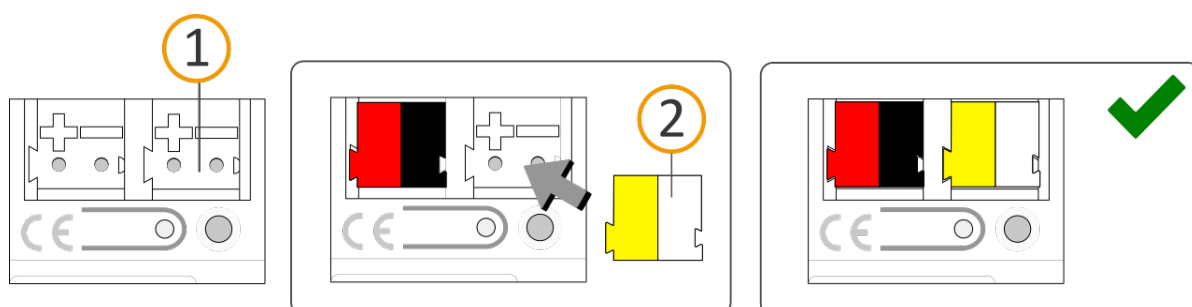

Abbildung 9: Spannungsversorgung anschließen
3. Verbinden Sie die externe Spannungsversorgung mit dem Spannungsversorgungsanschluss (siehe Abbildung 9, Pos. 1) mittels beigefügter Spannungsanschlussklemme (siehe Abbildung 9, Pos. 2). Polung: links/gelb: „+“, rechts/weiß: „-“.
- a. Stecken Sie die Spannungsanschlussklemme (siehe Abbildung 9, Pos. 2) auf.